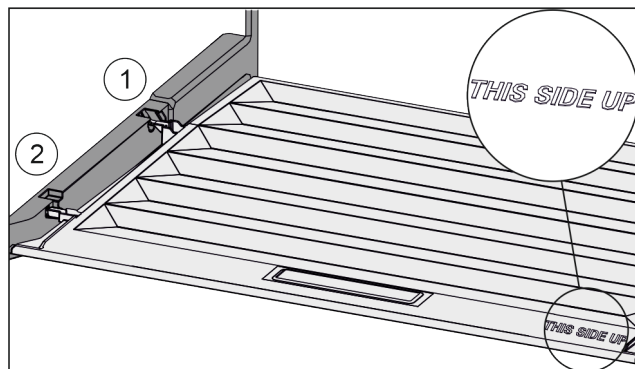

Fig. 135
- ▶ Výstupky veka zavedte cez otvor zadného držiaka Fig. 135 (1) a zaistite vpredú v držiaku Fig. 135 (2).